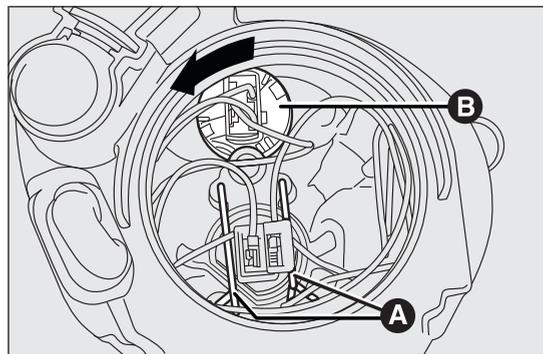

fig. 114
- sganciare le due mollette fermalamπάde A fig. 114;
- ruotare in senso antiorario il portalampage B fig. 114 e sfilarlo;